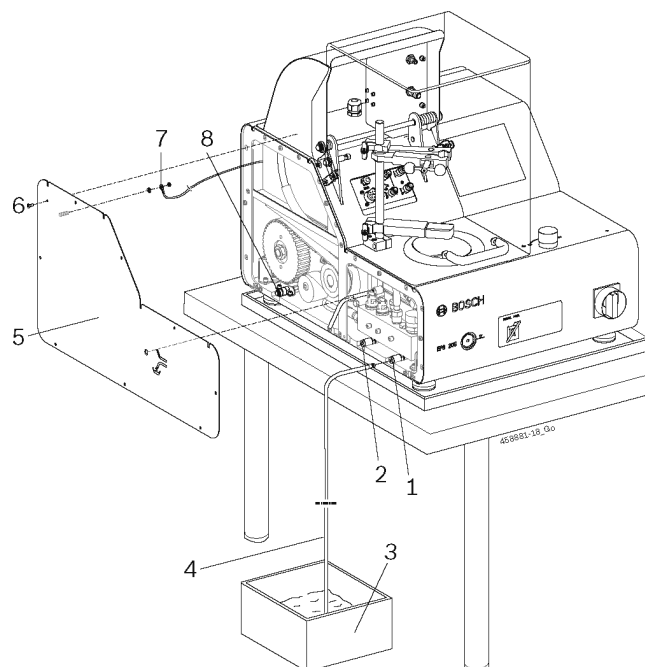

Рис. 41. Слив испытательного масла
3. Выверните винты (8 шт.), фиксирующие левую крышку корпуса (рис. 41, поз. 6).
4. Снимите крышку корпуса (рис. 41, поз. 5).
5. Отверните провод «массы» от боковой панели корпуса (рис. 41, поз. 7).
6. Поместите конец шланга (рис. 41, поз. 4; 1 680 712 283) без быстроразъемной муфты в маслосборник (рис. 41, поз. 3).
7. Вставьте быстроразъемную муфту этого шланга (1 680 712 283) в быстроразъемную муфту бака для испытательного масла (рис. 41, поз. 1).
8. После слива испытательного масла из бака подсоедините шланг к быстроразъемной муфте отстойной камеры (рис. 41, поз. 2).
9. Когда будет произведен слив испытательного масла из отстойной камеры, подсоедините шланг к быстроразъемной муфте охладителя масла (рис. 41, поз. 8).